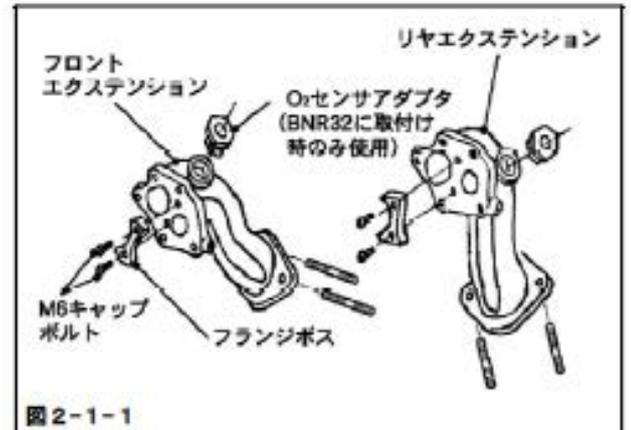

図 2-1-1
(図 2-1-1) (P1×1, P2×1, P3×2, P19×4)
- (2) O2 センサ取付け部に O2 センサアダプタを取付けてください。(図 2-1-1) (P4×2)
- (3) F, R のエクステンションにスタッドボルト M10 10-6-20 を取付けてください。(図 2-1-1) (P12×4)